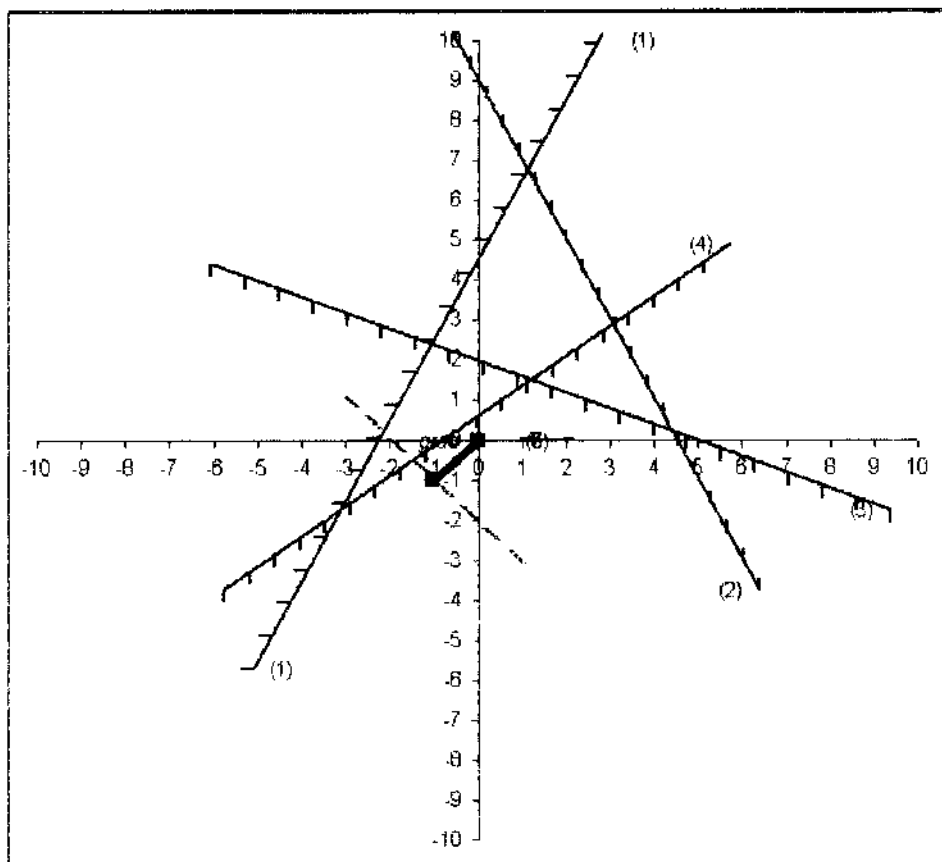

Рис.1 - Область допустимых решений
1. Определим множество допустимых планов. Для этого необходимо построить область допустимых решений, удовлетворяющих условиям (1) - рис.1